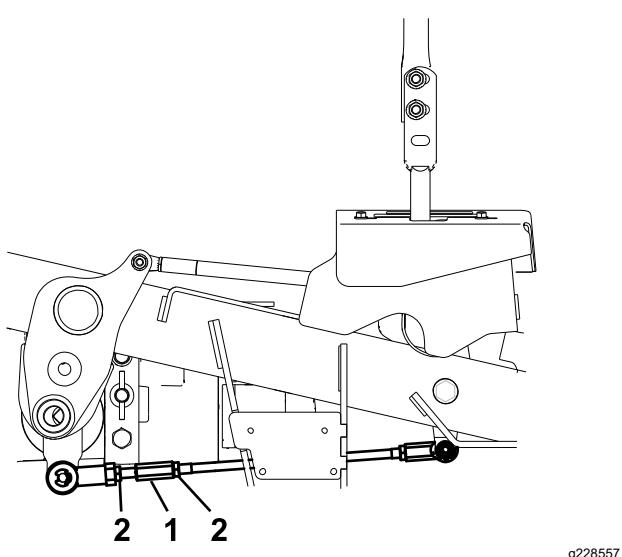

Figure 67
- Réglez la longueur des tiges de pompes en tournant les doubles écrous dans le sens voulu jusqu'à ce que les roues tournent légèrement en marche arrière (Figure 67).